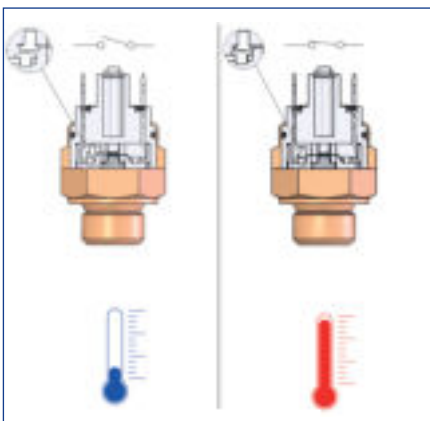

ABB. 1 FIG. 1
- In der Version NORMALERWEISE OFFEN (N.O.) Abb. 1 ist der Kontakt offen, d.h. es gibt keinen Stromdurchfluss bei Abwesenheit von Temperatur. Bei Erreichen des Eichwerts schließt sich der elektrische Kontakt.
- with two-way normally-open (NO) electrical contacts (SPST)
- with two-way normally-closed (NC) electrical contacts (SPST)
- In the NORMALLY OPEN (NO) version on Fig. 1, the contact is open, i.e. there is no flow of current in the absence of temperature. When the temperature setting is reached, the electrical contact closes.